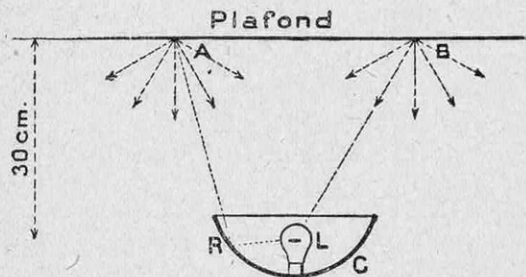
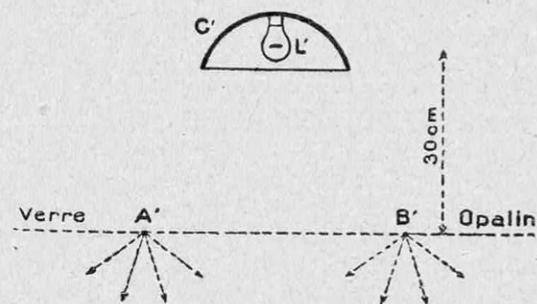

FIG. 9. — CE QUE C'EST QUE L'ÉCLAIRAGE INDIRECT
FIG. 10. — A QUOI SE RAMÈNE L'ÉCLAIRAGE INDIRECT
3° Enfin, on se rend compte facilement de l'éclairage indirect : une lampe *L* (fig. 9) est située à l'intérieur d'une coupe *C* en tôle émaillée ; les rayons directs *LB* ou réfléchis *LRA* atteignent le plafond *AB*, où ils sont diffusés dans toutes les directions ; tout se passe sensiblement comme si on avait disposé à la même distance (30 centimètres, par exemple), la même lampe *L'* (fig. 10) et la même coupe *C'*, derrière le plafond, en ayant soin de remplacer le plafond par une plaque de verre opalin. Pour que l'éclairage indirect soit possible, il est indispensable que le plafond soit de couleur claire, qui renvoie de 60 à 80 % de la lumière (2) : une lampe de 300 bougies en éclairage indirect donnera aisément le même éclairement qu'une lampe nue de 200 bougies, et le regard ne risquera pas de rencontrer un filament éblouissant.
Une lampe L, située à l'intérieur d'une coupe opaque C, émet de la lumière, qui est renvoyée par le plafond. (Voir fig. 10.)